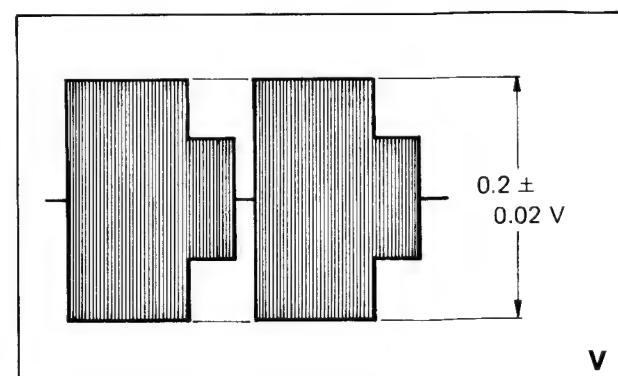

Bild 3-32
2. Tastkopf an TP 201, mit R 278 0,2 V_{ss} einstellen (Bild 3-32).